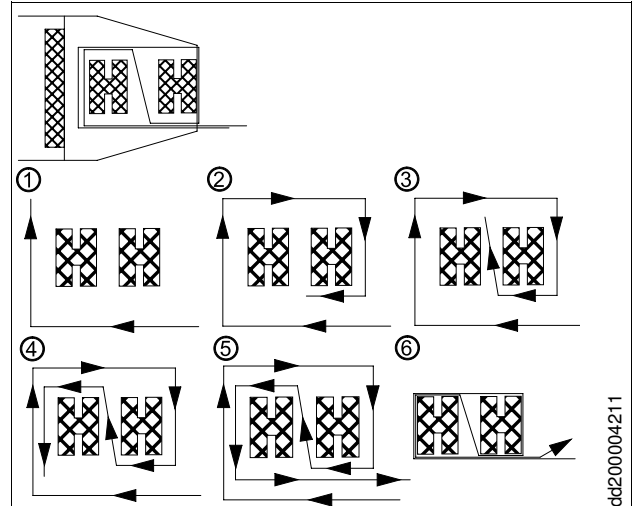

Abb. 4: Zugband einfädeln
- Zugband in die Einhängegabel des Laufwagens einfädeln (siehe Abb. 4)!